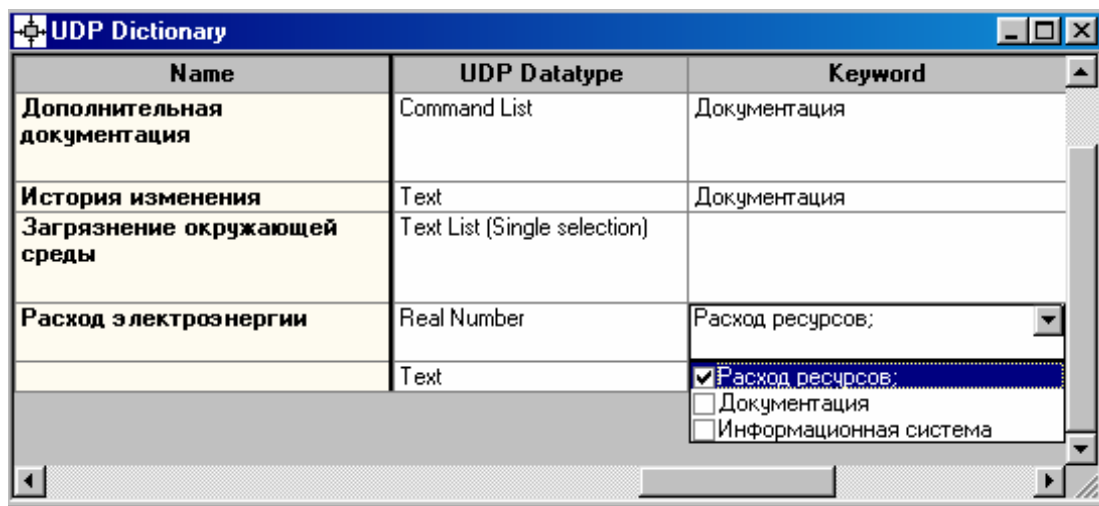

Рисунок 11.4 – Порядок подключения к **UDP** ключевого слова
5. Для подключения к **UDP** ключевого слова перейдите к полю **Keyword**, щелкните по полю выбора (рисунок 11.4).